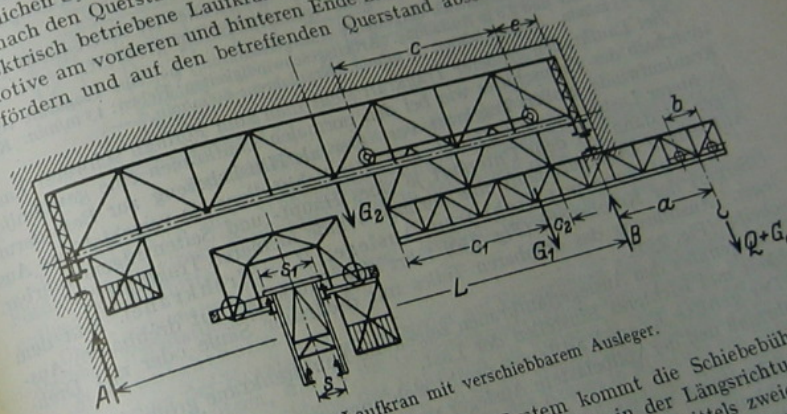

Fig. 249. Laufkran mit verschiebbarem Ausleger.
1. Laufkrane mit verschiebbarem Ausleger (Auslegerlaufkrane). Vergrößerung des Arbeitsbereiches wird dadurch erreicht, daß auf der Kranbrücke (Fig. 249) statt einer gewöhnlichen Laufwinde ein Wagen angeordnet wird, an